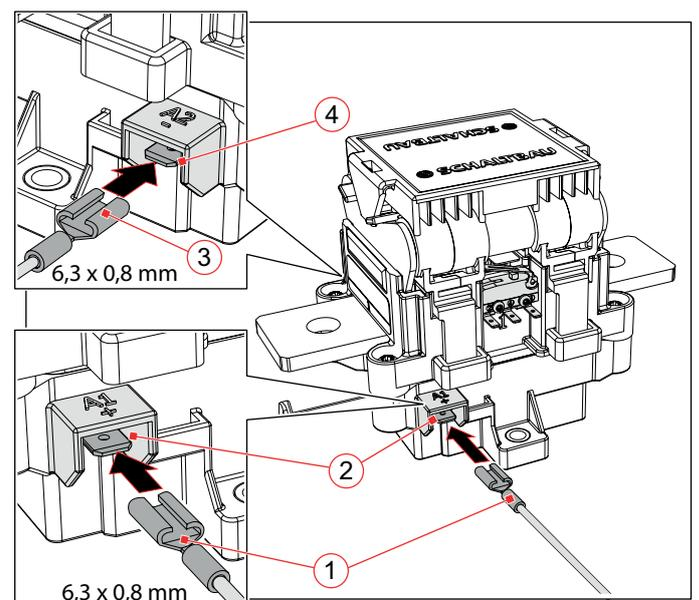

Abb. 17: Spulenanschlüsse herstellen (die Abbildung zeigt C360A, die Vorgehensweise bei C360K und C360S ist identisch)
- ▶ Steuerleitungen und Flachsteckhülsen nur in Steckrichtung bewegen und verlegen, siehe **Abb. 17**.
- ▶ Die vorbereiteten Steuerleitungen mit den Flachsteckhülsen (1/3) auf die beiden Spulenanschlüsse A1+ (2) und A2- (4) aufstecken.